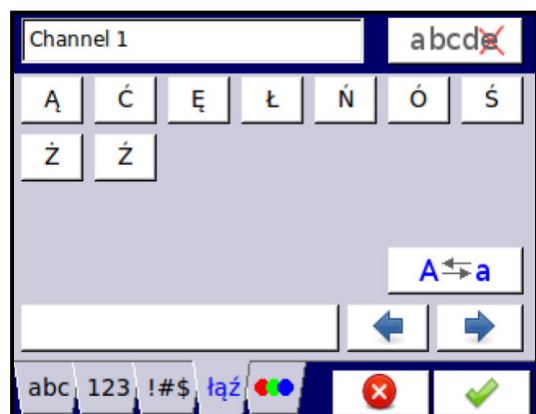

Abb. 7.4 Texteditor – Diakritische Zeichen
- Diakritische Zeichen, Abb. 7.4